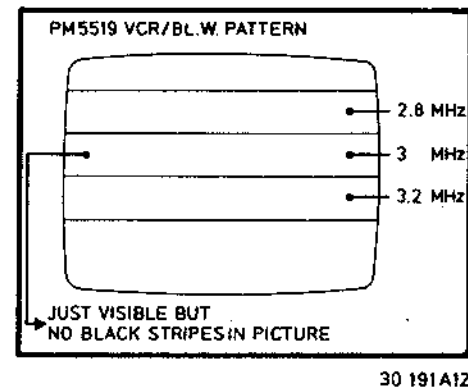

Fig. 1
- Aufnahme wiedergeben (siehe Bild 1).